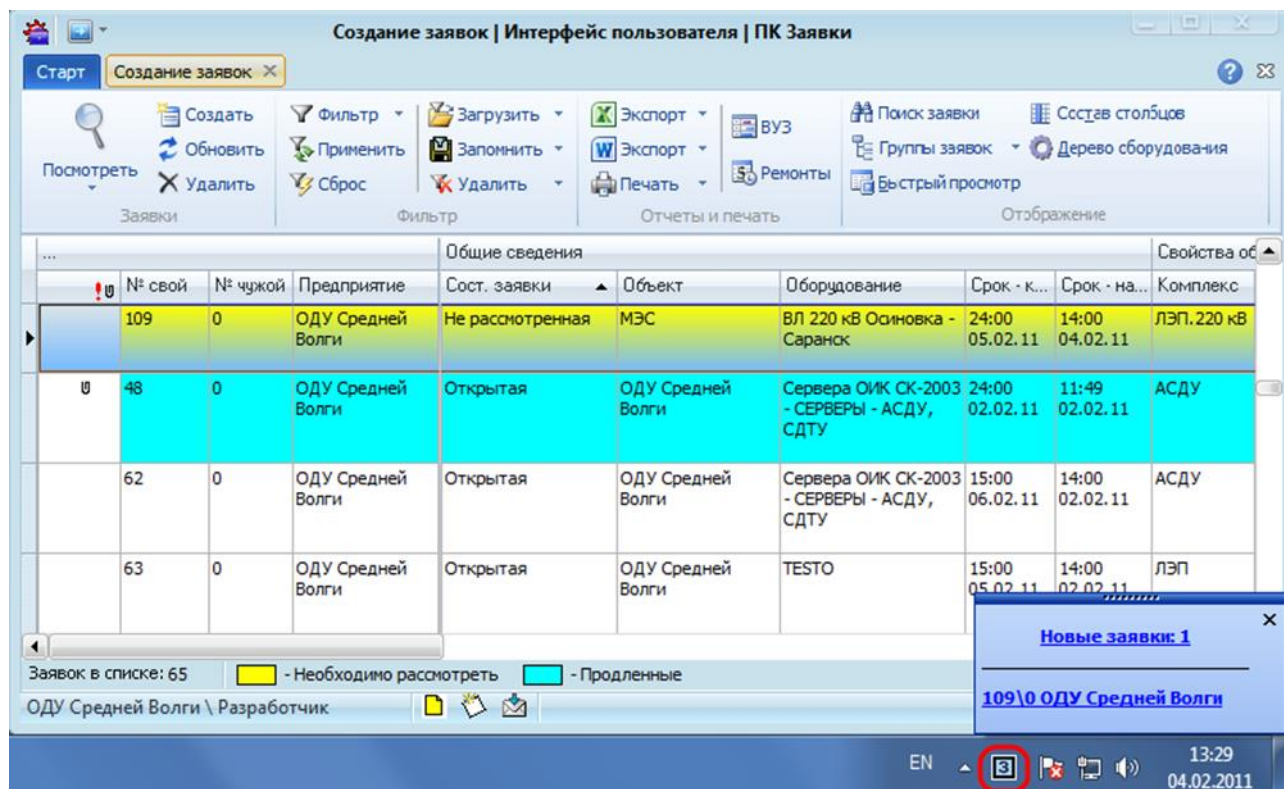

Рисунок 12.1 – Оповещение о приходе новых заявок
- в статусной строке приложения появляется пиктограмма «1» (Рисунок 12.1).